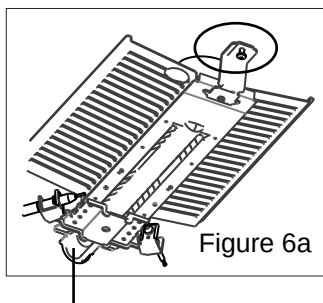

Figure 6a
- Démontez les brûleurs du four et du grill en dévissant les vis de fixation comme indiqué sur les dessins ci-dessus fig.6a